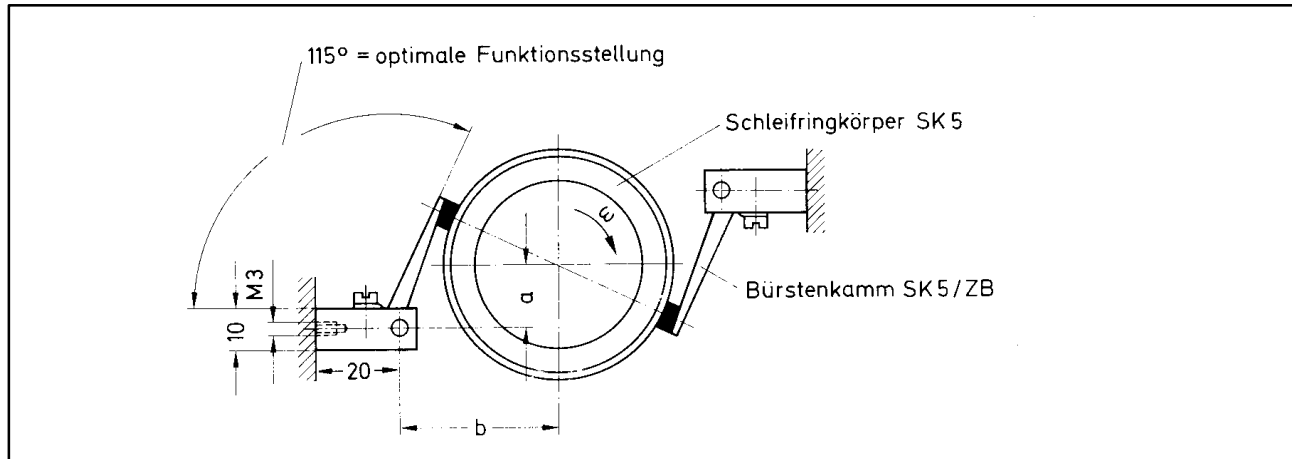

Abb. 10.1: Schleifringkörper SK5 mit Bürstenkamm SK5/ZB, Montagebeispiel
Die zwei Bürstenkämme SK5/ZB mit je fünf Bürsten ergänzen den Schleifringkörper SK5 zum vollständigen Drehübertrager. Zur Signalübertragung sind je fünf Bürsten passend zur Schleifringanordnung in Reihe beweglich auf einem Steg angebracht. Über Federn wird die erforderliche Anpreßkraft erzeugt. Zur Montage sind jeweils zwei Gewindebohrungen M3 vorgesehen. Die Befestigung kann so speziell den Einbaumöglichkeiten angepaßt werden. Die optimale Funktionsstellung zeigt Abb. 10.1.
4. Die Bürstenkämme sind gegenüberliegend anzuordnen (siehe Abb. 10.1). Somit ist die Voraussetzung für eine sichere Signalübertragung gegeben. Die Bürstenkämme sind so zu montieren, daß die Bürste unter dem schwarz markierten Klemmenanschluss dem ersten Schleifring an der Kabelanschlussstelle zugeordnet ist. Die mit Farbe markierten Klemmanschlüsse auf dem Bürstenkamm entsprechen dann den Aderfarben am Schleifringkörper.